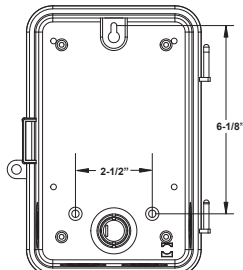

Figure 3 - Vue arrière du boîtier
5. Placez le boîtier à l'emplacement de montage voulu et marquez les trois orifices de montage (voir la figure 3 ci-dessous pour les dimensions). Placez d'abord la vis supérieure et l'une des entretoises fournies, puis accrochez le boîtier à la boutonnière. Insérez les deux vis restantes à travers les orifices de montage au bas du boîtier en les faisant passer chacune par les entretoises fournies, jusque dans le mur.